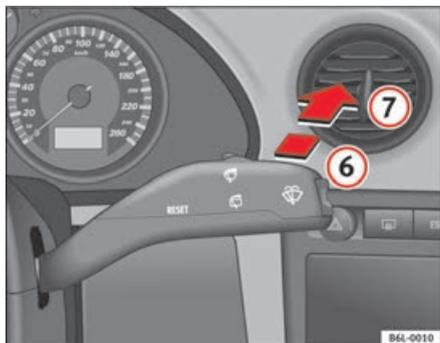

Fig. 68 Levier d'essuie-glace et de lave-glace : Essuie-glace arrière
- Poussez le levier vers l'avant jusqu'au cran **6** ⇒ fig. 68. L'essuie-glace fonctionne environ toutes les 6 secondes.
- Poussez le levier entièrement vers l'avant en position **7** ⇒ fig. 68. L'essuie-glace et le lave-glace fonctionnent simultanément. Tant que vous maintenez le levier dans cette position, le lave-glace continuera à fonctionner.